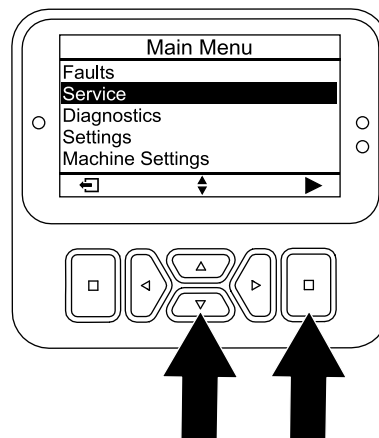

Figura 105
3. Apăsai butonul jos până când este selectată opțiunea SERVICE, apoi apăsai butonul de selectare (Figura 105).